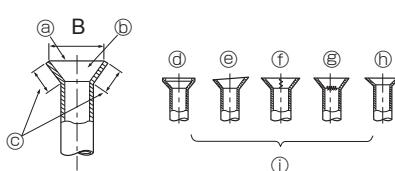
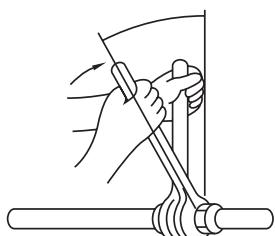

Fig. 5-7
Fig. 5-8
5.2.5. Verificarea (Fig. 5-7)
- (A) Complet neted
- (B) Interiorul este lucios și nu prezintă zgârieturi
- (C) Lungime uniformă peste tot
- (D) Excesiv
- (E) Înclinat
- (F) Zgârieturi pe suprafața evazată
- (G) Crăpături
- (H) Neuniform
- (I) Exemple necorespunzătoare
- Aplicați un strat subțire de ulei refrigerant pe suprafața locașului conductei. (Fig. 5-8)